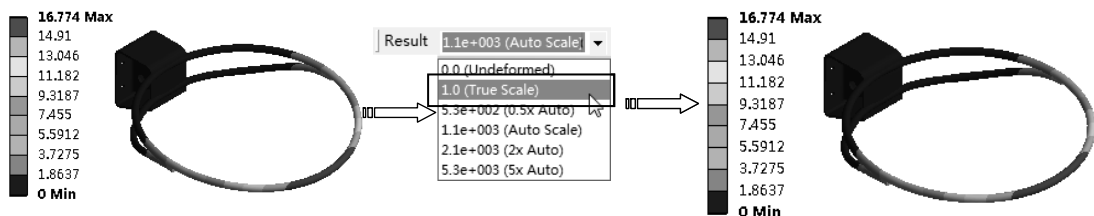

图 7-32 变形云图
2) 变形云图。在【Outline (分析树)】中选择【Solution (B6)】节点，单击其下的【Total Deformation】项， Total Deformation，在图形窗口显示出变形云图。选择【Result】工具栏上的【1.0 (True Scale)】项，可真实显示变形云图，如图 7-32 所示。